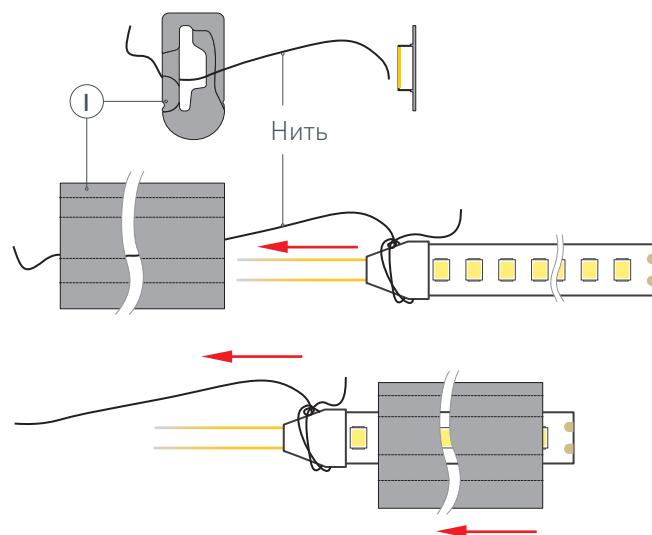

Рис. 1. Протяжка светодиодной ленты ④ в профиль ①, вид сбоку
- 1** / Закрепите держатели ② на поверхности и выведите наружу кабель от источника питания для светодиодной ленты.
Установите\* светодиодную ленту ④ в профиль ①. Для этого необходимо привязать нить (находится внутри профиля) с одной стороны профиля ① к светодиодной ленте ④, как показано на рис. 1. Чтобы втянуть ленту в профиль, сначала аккуратно поместите кабели питания светодиодной ленты ④ внутрь профиля ①, а затем, насколько это возможно, вставьте край светодиодной ленты. Аккуратно потяните за нить с другой стороны профиля ① и тем самым протяните\*\* светодиодную ленту ④ в профиль ①.